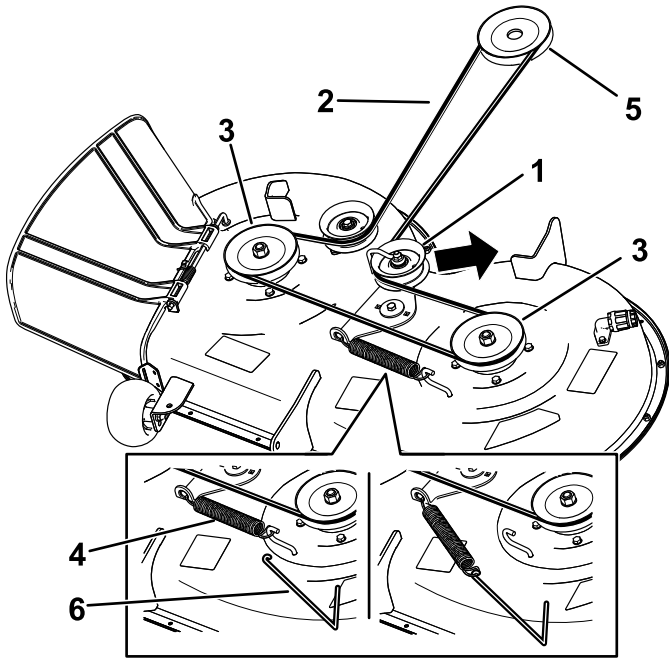

Figura 49
2. Tornillo (3)
- Usando una herramienta para la retirada de muelles (Pieza Toro N° 92-5771), retire el muelle tensor del gancho de la carcasa para eliminar la tensión de la polea tensora, y retire la correa de las poleas (Figura 49).
- Pase la correa nueva alrededor de las poleas del motor y del cortacésped (Figura 49).
- Usando una herramienta para la retirada de muelles (Pieza Toro N° 92-5771), instale el muelle tensor sobre el gancho de la carcasa y tense la polea tensora y la correa (Figura 49).